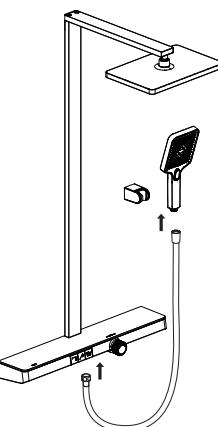

Figure 5
- c) Raccordez le tuyau à la barre de douche thermostatique et connectez la pomme de douche à l'autre extrémité (Figure 5).